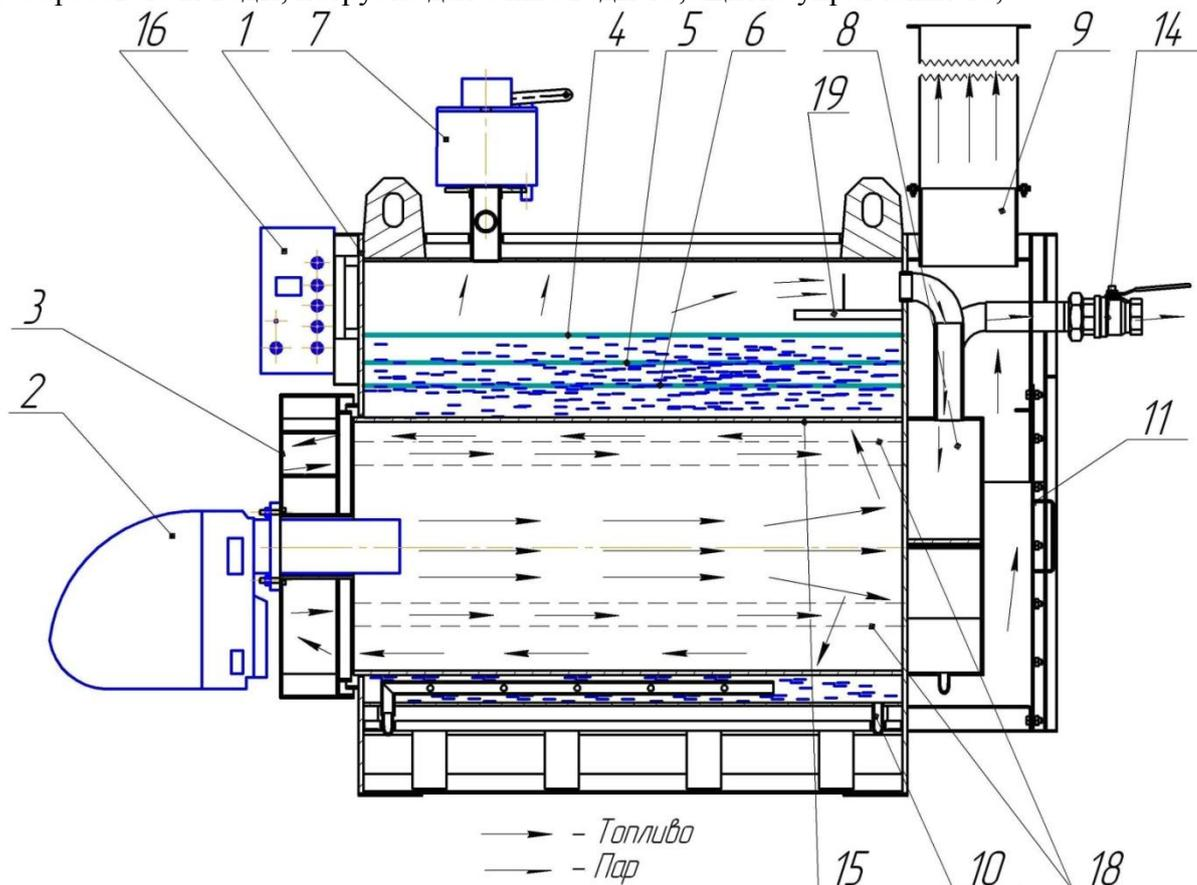

Рис. 1
2.3.1 Котел (рис.1) состоит из корпуса 1, горелки 2, крышки передней 3, крышки задней 11, жаровой трубы 15, трубчатых регистров 18, сепаратора пара 19, пароперегревателя 8, патрубка отбора пара 14, предохранительного клапана 7, дымовой трубы 9, магнитного преобразователя воды, патрубка для слива воды 10, щитка управления 16,
### 2.3.2. Схематично устройство котла показано на рис. 1.